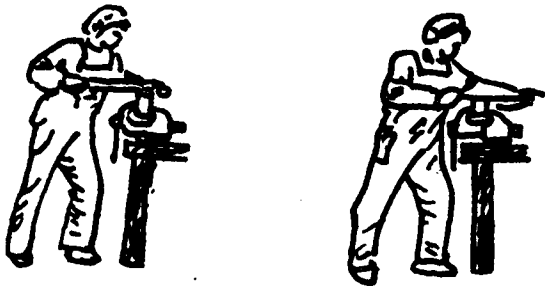

图 1-7 锉削姿势
(2) 锉削姿势 左脚跨前半步, 右腿伸直, 左腿弯曲, 身体向前倾斜, 重心落在左脚上, 两脚立稳不动, 靠左膝的屈伸使身体做往复运动。开始锉削时, 身体要向前倾斜, 右肘尽量向后收缩, 推出锉刀, 见图 1-7。
(3) 锉削的压力和速度 在锉削时必须掌握锉削力的平衡, 使锉刀沿水平方向推进, 而不上下摆动。保证锉刀平稳的条件是掌握好水平推力和垂直压力。推力主要由右手控制。压力是由两手控制的, 其作用是使锉刀齿切入金属表面, 由于锉刀两端伸出工件的长度随时都在变化, 因此两手的压力大小必须随着变化。随着锉刀的推进, 左手所加的压力应由大逐渐减小, 右手所加的压力应由小逐渐增大, 以保证锉刀在一个平面内运动。